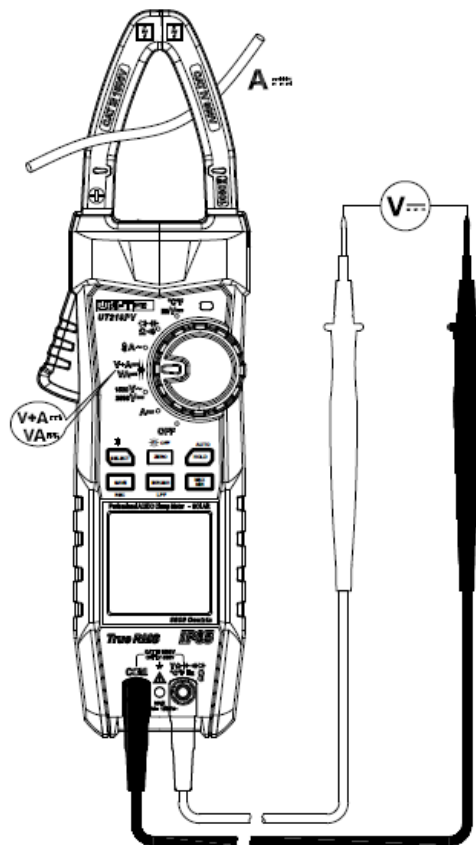

Abbildung 7
3. DC-Leistungs- und DC-Spannungs-/Strommessung (Abbildung 7)